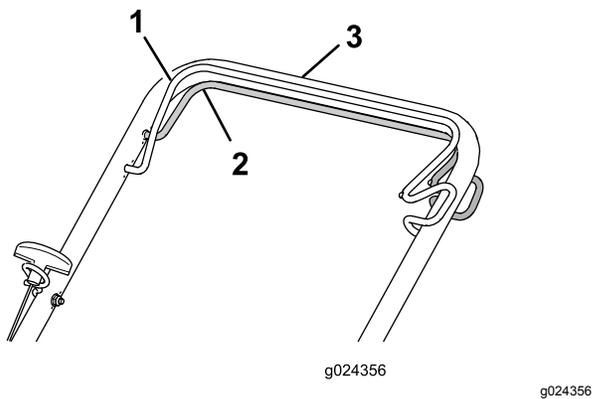

Figura 15
- **Para activar la autopropulsión:** Apriete la barra de autopropulsión contra el manillar y manténgala en esa posición (Figura 15).